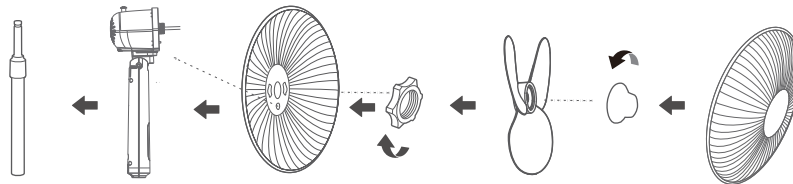

Fig.5
- Mettre la grille frontale (K), du haut vers le bas, en faisant coïncider les languettes avec celles de la grille arrière (I) (Fig. 5)